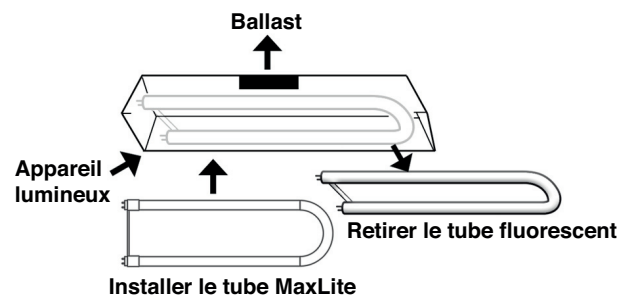

Figure 2. - Installer la lampe rétrofit MaxLite U-Bend
8. Installez la lampe MaxLite T8 U-Bend dans l'appareil. (Voir Figure 2)